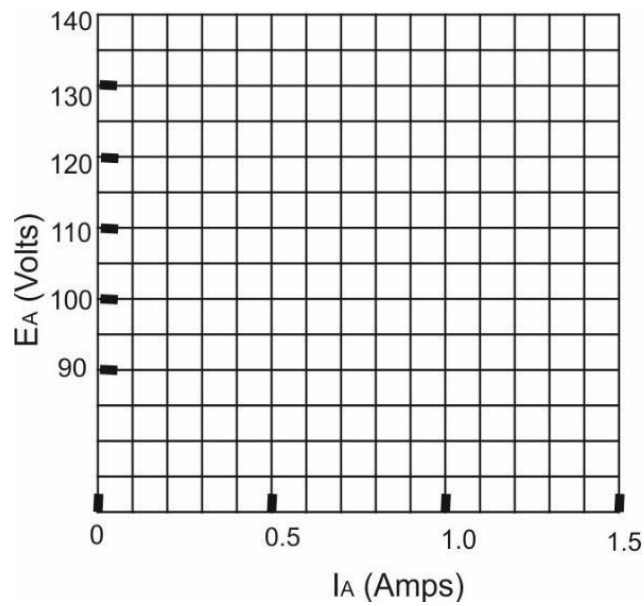

Figura 4
5. Dibuje la curva de regulación de voltaje E_A en función de I_A en la gráfica de la figura 4. Use los datos de la tabla 2.